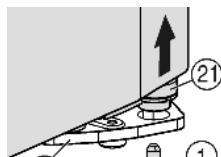
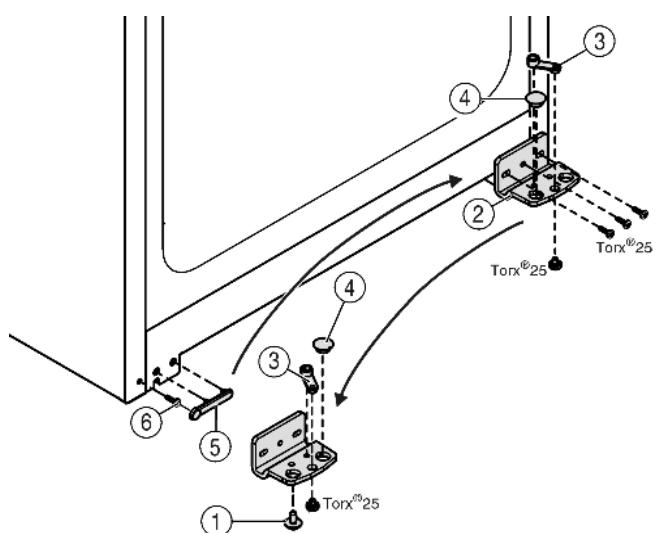

Fig. 5
Fig. 6
- ▶ Внизу справа на опорном кронштейне выкрутите фиксирующий винт Fig. 5 (1).
- ▷ Опорный палец Fig. 5 (21) можно извлечь из опорного кронштейна Fig. 6 (2).
- ▶ Сли установочный винт Fig. 5 (21) не откручивается, его можно вынуть, нажав на него снизу.
- ▶ Открутите опорный кронштейн Fig. 6 (2).
- ▶ Открутите опорную деталь Fig. 6 (3) и, переставив в отверстие на противоположной стороне опорного кронштейна, снова прикрутите.
- ▶ Извлеките заглушку Fig. 6 (4) из опорного кронштейна и переставьте ее в отверстие на противоположной стороне опорного кронштейна.
- ▶ Осторожно снимите крышку со стороны ручки Fig. 6 (5).
- ▶ Выкрутите болт Fig. 6 (6) и вкрутите на противоположной стороне.
- ▶ Снова установите крышку Fig. 6 (5).
- ▶ Снова прикрутите опорный кронштейн Fig. 6 (2) на новой стороне шарнира (**с моментом 4 Нм**). При необходимости используйте аккумуляторный шуруповерт.
- Вкрутите фиксирующий винт Fig. 5 (1) внизу в опорный палец и затяните (**с моментом 4 Нм**).